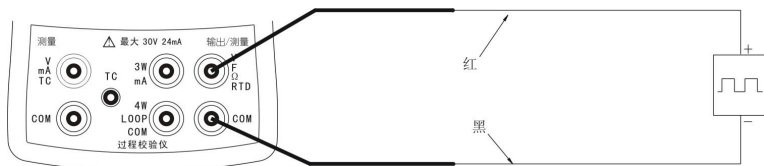

图 9 输出/测量端测量频率/脉冲计数
- (1) 按  选择测量模式。
- (2) 按  直至屏幕下方显示“Hz”测量。
- (3) 按照图 9 方式连接校验仪。
- (4) 屏幕下方将显示正确的测量值。
(2) 按 直至屏幕下方显示“COUNT 0 SEC”。
(3) 按 启动计数时，秒表同时启动，再按 ，计数停止，按 ，计数清零。
(4) 按照图 9 方式连接校验仪。